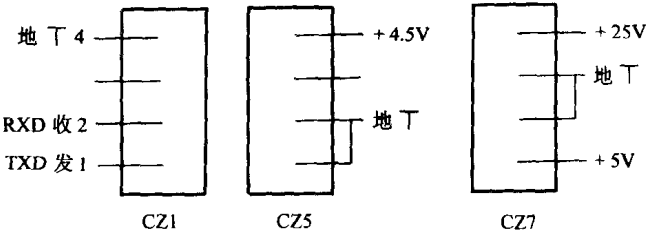

图 1-2 插头连线示意图
(1) CZ1：为通信接口，能连接 IBM PC/XT/AT 等具有 RS232C 接口的系统机，利用通信享用主机硬件和软件资源。如图 1-2 所示。
(2) CZ2：为用户仿真插座，40 线仿真插头分别插在该插座和用户系统的 8031 插座上，便可以实施 CPU 仿真调试（CZ2 插头各针序号与 8031 的管脚相对应）。
(3) CZ3：为内/外时钟转换开关，拨向上方为外时钟，拨向下方为内时钟。
(4) CZ4：为通用打印机插座，打印程序清单和屏幕上显示的各种信息。
(5) CZ5：为停电保护电源入口，当
用户需要保护源程序时，要加入这一电源（3节5号电池）。如图1-2所示。
(6) CZ6: 为51/98转换开关，拨向上方为98仿真机，拨向下方为51仿真机。
(7) CZ7: 为四线电源插座，用户插该插头座时，务必注意插头座的方向。如图1-2所示。